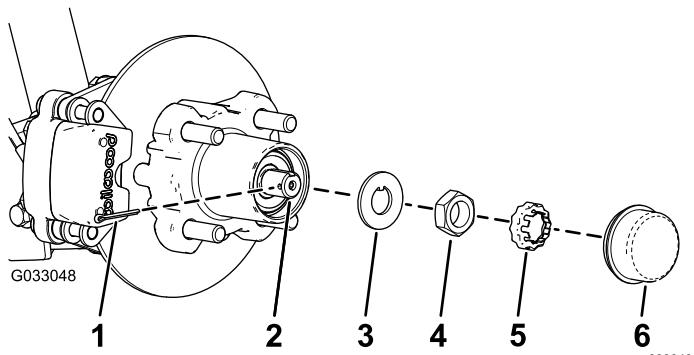
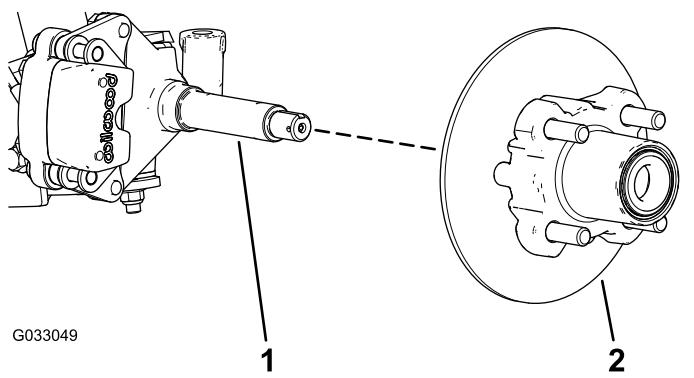

図 30
図 31
- ハブからダストキャップを取り図 30。
- スピンドルとスピンドルナットから、コッターピンとナットリテナーを外す 図 30。
- スピンドルからスピンドルナットを外し、スピンドルからハブローラアセンブリを取り出す 図 30 と 図 31。